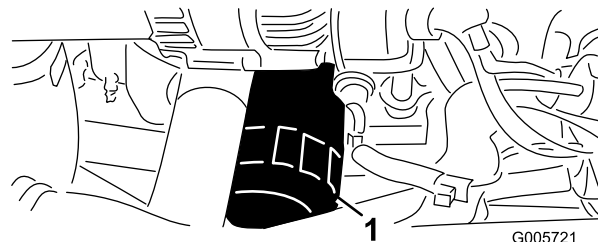

Figure 47
5. Retirez et remplacez le filtre à huile (Figure 47).